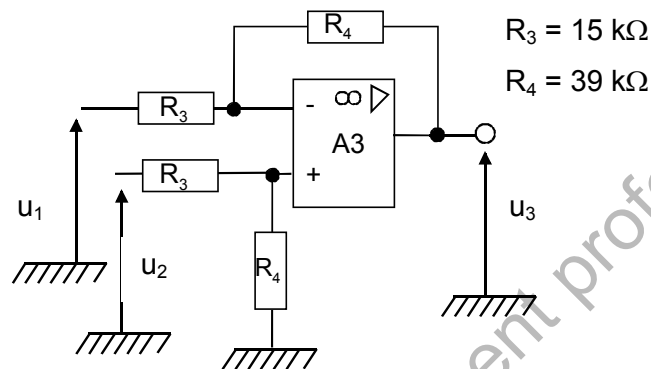

Figure 7
2.2 - Étude de l'amplificateur différentiel (figure 7)
Ce montage (**figure 7**) permet d'obtenir en sortie une tension u_3 fonction de la différence d'éclairement entre les photodiodes D_1 et D_2 .
Afin de traiter l'information issue du montage de la **figure 7**, on ajoute un filtre après l'amplificateur de différence précédent. Sa fonction est de s'affranchir des perturbations (parasites..) qui pourraient influencer la commande du moteur d'orientation.